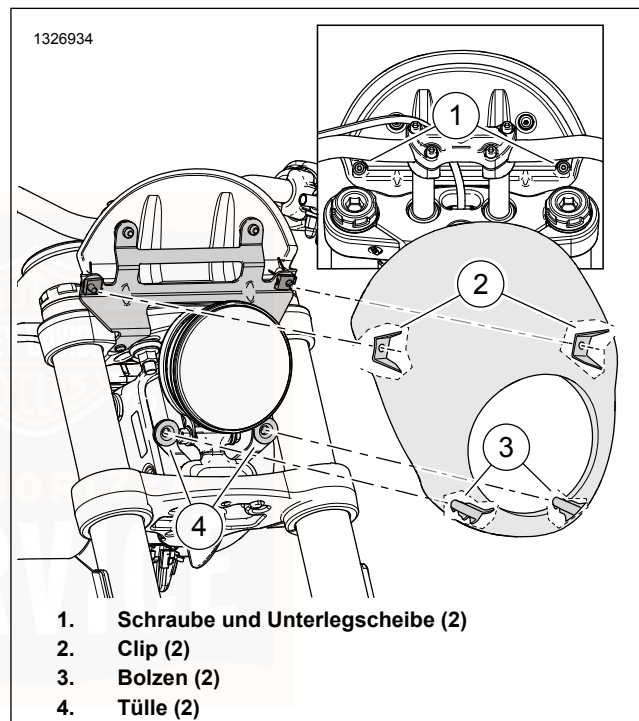

Abbildung 46. Verkleidung
1. Siehe Abbildung 46. Die Verkleidung abbauen.
- a. Die Schrauben und Unterlegscheiben (1) entfernen.
- b. Die Verkleidung nach vorne ziehen, um die Befestigungsbolzen (2) aus den Tüllen (3) zu ziehen.